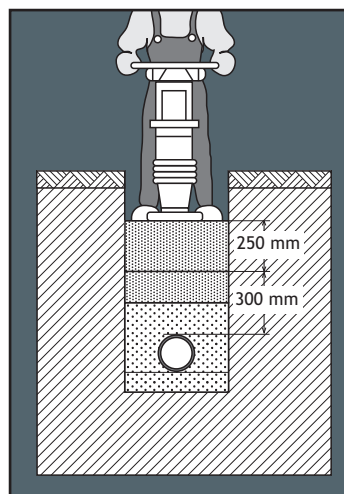

Abb. 9
e) Das für die restliche Verfüllung verwendete Material wird in Schichten verdichtet, die nicht dicker als 250 mm sein dürfen. Diese Verdichtung darf aber erst 300 mm oberhalb des Rohrscheitels beginnen (Abb. 9).